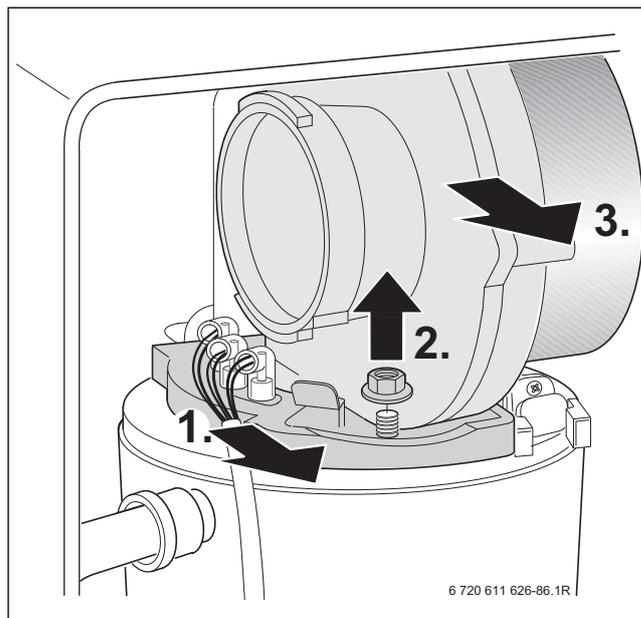

Fig. 68
- Retirer le câble des électrodes d'allumage et de contrôle, → figure 68.